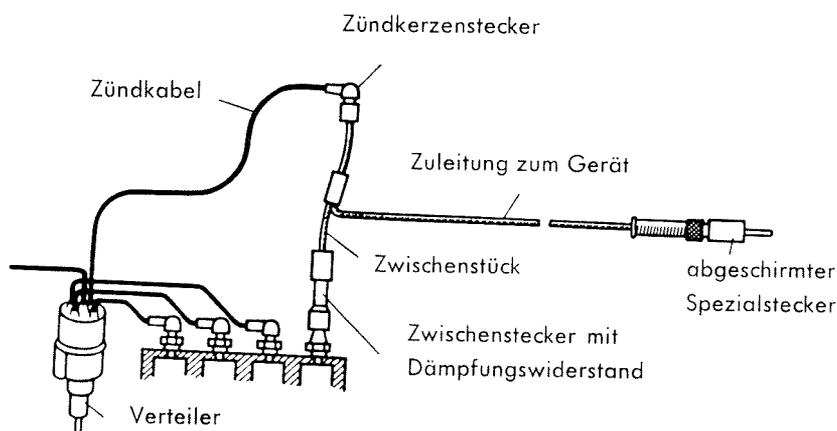

Bild 8: Anschluß der Verstellwinkel-Meßleitung
Verstellwinkel-Meßleitung in die mit „Geber“ bezeichnete Buchse am Gerät einstecken und mit dem Zwischenstück in die Zuleitung zur Zündkerze von Zylinder 1 einlegen (s. a. Bild 8). Rechten Umschalter des Geräts auf Stellung „Verstellwinkel“, linken Umschalter je nach Fahrzeug auf „2“- oder „4-Takt“ bringen.
2. Verstellwinkel-Meßleitung in die mit „Geber“ bezeichnete Buchse des Geräts einstecken und mit dem Zwischenstück in die Zündleitung zu Zylinder 1 legen. Hierzu Kerzenstecker von Zündkerze abziehen, Stecker des Zwischenstücks auf diese aufsetzen und das andere Ende in den zuvor abgezogenen Kerzenstecker einführen (Bild 8). Kann der Zwischenstecker nicht direkt auf die Zündkerze aufgesetzt werden, Winkelstecker aufstecken.